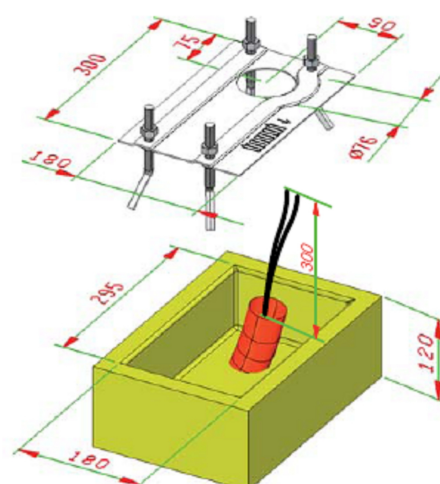

Рис.7
3. Пластина основания бетонируется так, как показано на рис.7. Для прокладки кабеля через отверстие в пластине основания следует использовать один или несколько кабельных каналов (труб).